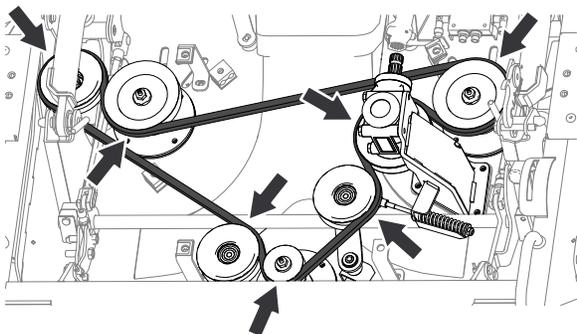

Figure 134
- Acheminez la courroie neuve autour des poulies, comme montré à la Figure 134.